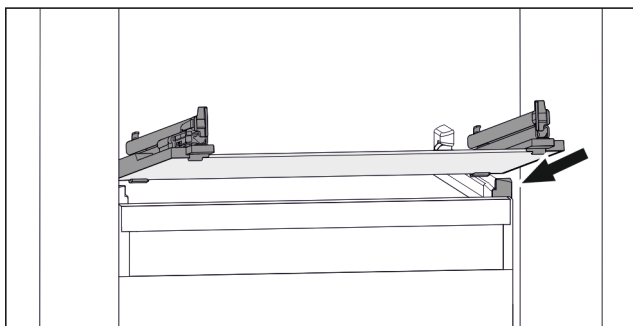

Fig. 110 Primjerni prikaz staklene ploče
- Stavite ladicu ukoso iza zaustavljača. (pogledajte Fig. 110)